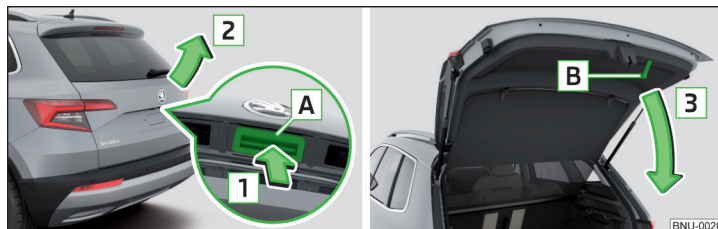

Fig. 54 Deschiderea/închiderea capotei portbagajului
- Pentru **deschidere**, apăsați butonul **A** în sensul săgeții **1** » fig. 54.
Butonul **A** » fig. 54 se dezactivează la plecarea de pe loc respectiv de la o viteză mai mare de 5 km/h. După oprire și deschiderea unei portiere, butonul este activat din nou.